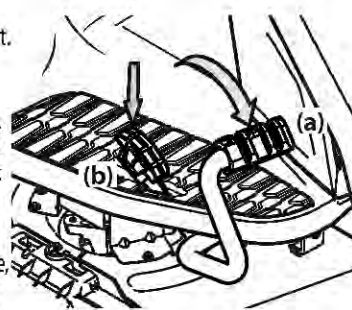

Figure 27
- Pour vous déplacer en marche avant, appuyez doucement sur la pédale de marche avant (a) jusqu'à ce que vous atteigniez la vitesse désirée. Voir Figure 27.
- Pour vous déplacer en marche arrière, regardez d'abord derrière vous, puis appuyez doucement sur la pédale de marche arrière jusqu'à ce que vous atteigniez la vitesse désirée. Voir Figure 27.